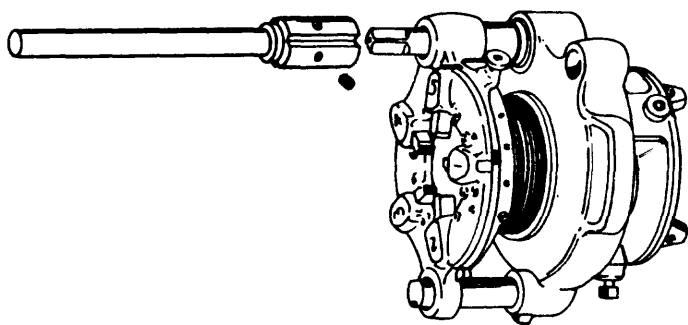

Fig. 10
2. Ponga la terraja engranada en el suelo o sobre el banco y haga encajar la barra de transmisión en el vástago cuadrado, (fig. 10). Apriete los tornillos de sujeción.